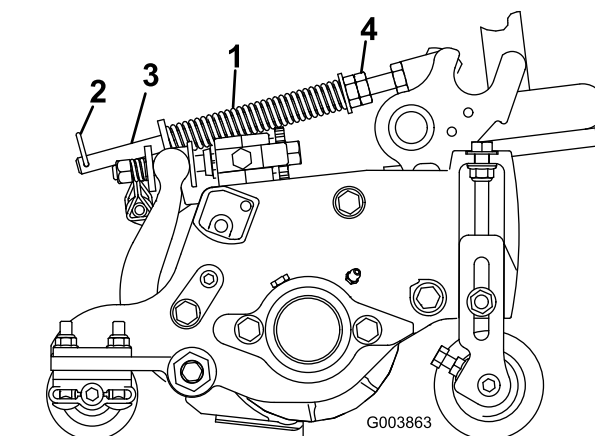

Figure 22
- Serrez les écrous hexagonaux à l'extrémité avant de la tige de ressort jusqu'à ce que la longueur du ressort comprimé soit égale à 15,9 cm (Figure 22).
- Vérifiez que la goupille fendue est insérée dans le trou de la tige de ressort (Figure 22).